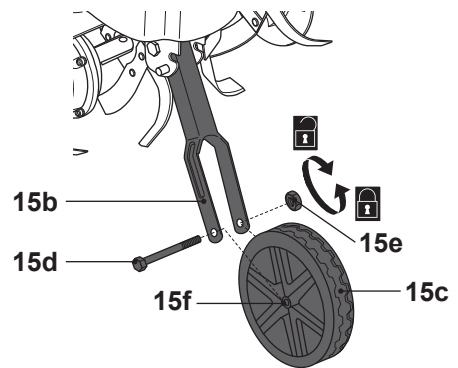

Fig. 3
- > Asegure la conexión con el perno (15d) y la tuerca (15e) (Fig. 3).